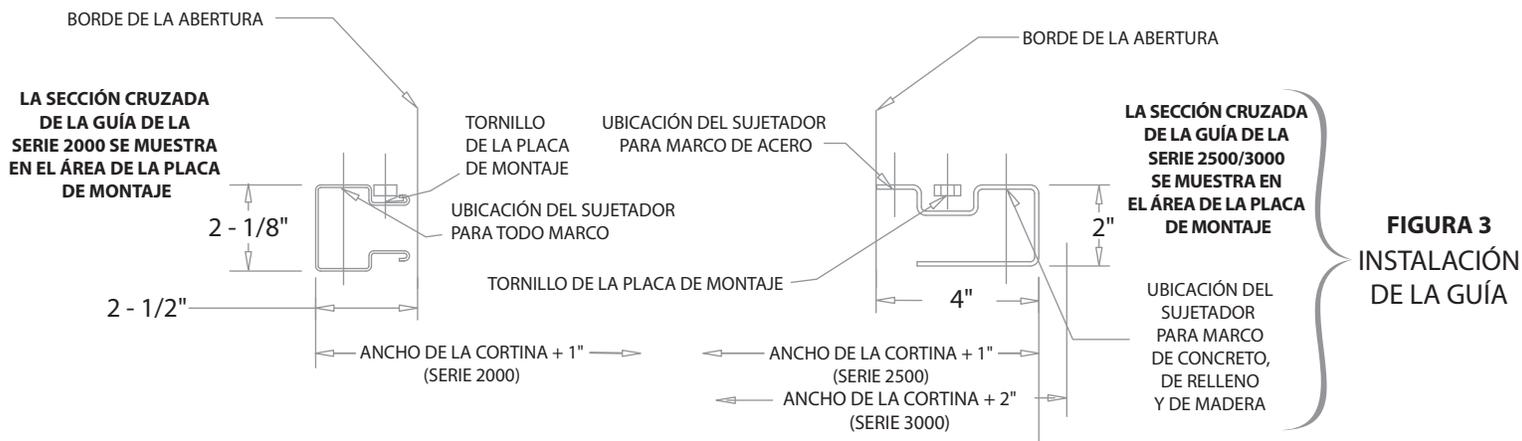

FIGURA 3
- Las guías deben estar montadas centradas en relación con la abertura y con el ancho de la cortina, más 1" de distancia de la parte trasera de una guía a la otra. **Consultar figura 3.** Ambas guías deben estar a nivel.